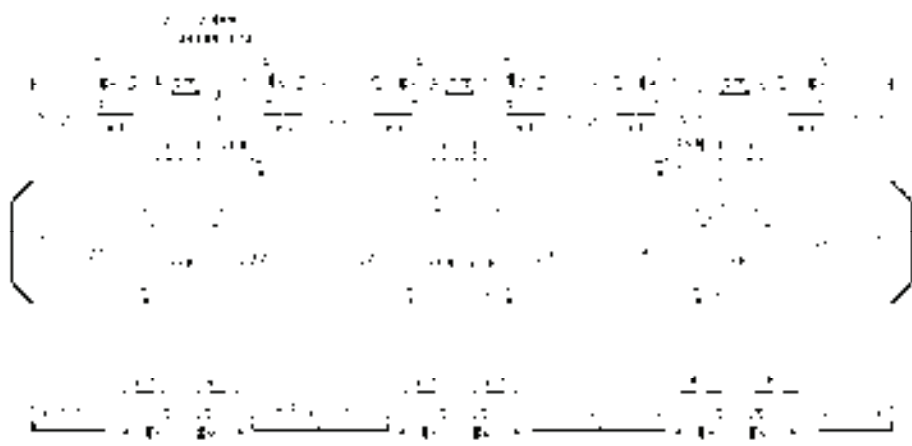

图 14-107 引出标注
27) 添加引出标注。调用“引出标注”命令,在弹出的“引出标注”对话框中设置参数,分别指定标注第一点、引线位置以及文字基线位置,添加引出标注的结果如图 14-107 所示。